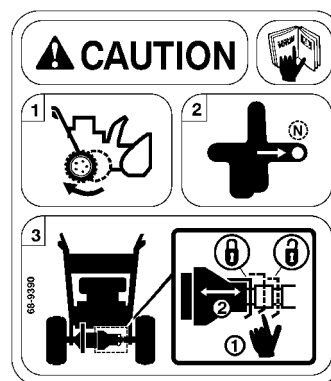

Figure 24
1. Placez les roues en position arrière (Fig. 24). Reportez-vous à la section *Utilisation du Power Shift*, page 15.
2. Placez la commande de changement de vitesse en position *N* (point mort) (Fig. 24).
3. Appuyez légèrement sur les languettes de déblocage du ressort pour le dégager de la gorge de l'arbre. Glissez l'accouplement à la position voulue (Fig. 24).